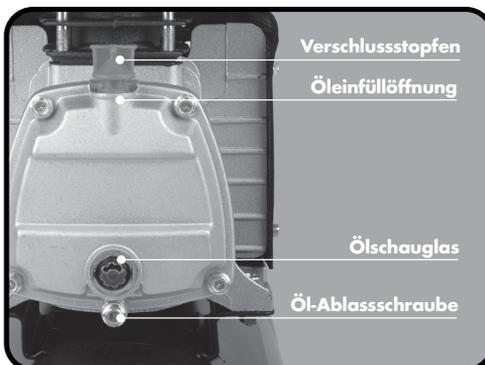

Abb. 3: Öl auffüllen
2. Überprüfen Sie den Ölstand und füllen Sie bei Bedarf ROWI-Kompressorenöl oder Öl der Qualität 5W-30 in die Öleinflöpfung bevor Sie das Gerät in Betrieb nehmen. Beachten Sie dabei unbedingt das Schauglas (siehe Abb. 3).
Kontrollieren Sie regelmäßig den Ölstand und füllen Sie bei Bedarf ROWI-Kompressorenöl oder Öl der Qualität 5W-30 nach. Den optimalen Ölstand können Sie am Schauglas (siehe Abb. 3) ablesen. Der optimale Ölstand ist durch die rote Markierung gekennzeichnet. Wird die rote Markierung überschritten, befindet sich zu viel Öl im Tank. Überflüssiges Öl führt zu immensen Beschädigungen unterschiedlicher Kompressorenteile und verunreinigt zudem